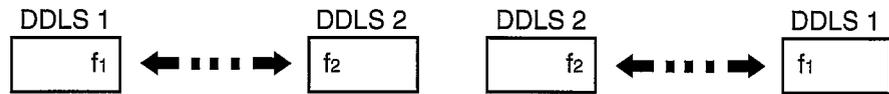

Fig. 37 Liaisons montées les unes derrière les autres
- Pour les voies de transmission de données situées l'une derrière l'autre, selon la Fig. 37.